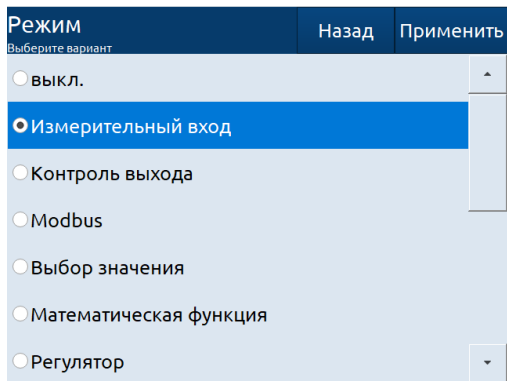

Рисунок 2.22 – Редактор выбора одного варианта
- редактор выбора одного варианта из списка (см. рисунок 2.22);